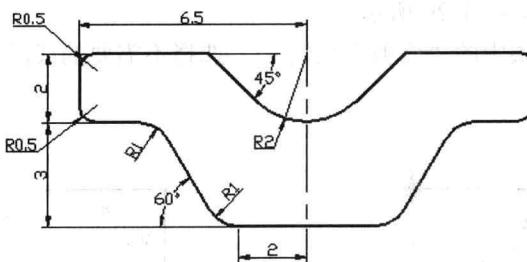

图 1-23 支架平面图
本案例进一步说明草绘技巧。本案例应用了圆弧、修剪、圆角、标注尺寸、修改尺寸数值和镜像等技巧。绘制支架平面图结果如图 1-23 所示。
- 2) 分析零件结构，确立绘图中心。由零件图（图 1-23）可知，此支架左右对称，所以只要画出左边一半的图形，然后沿着中心线对称做镜像，即可完成平面图形的绘制。